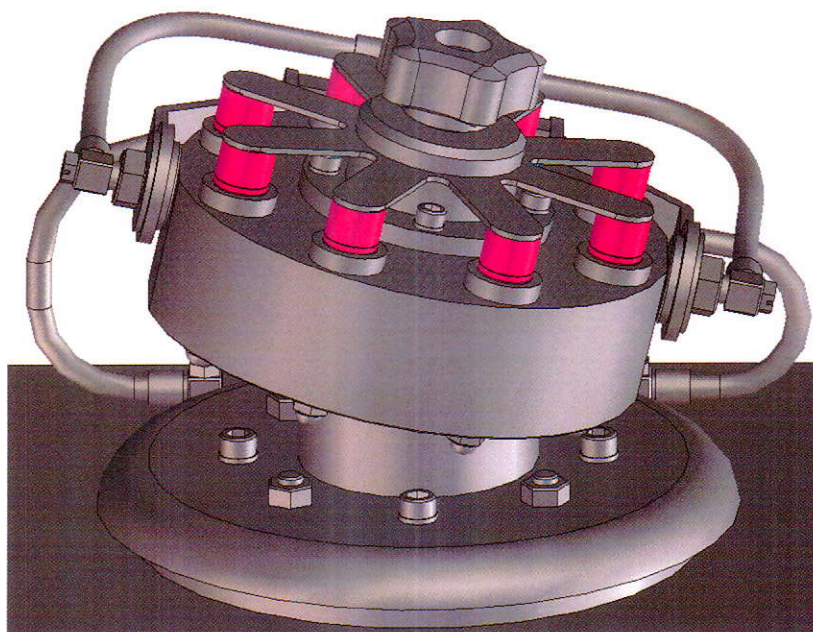

図 4-3. 2cc チューブセット完了図 (ホルダー：冷却仕様)
5. 押え蓋を 2cc チューブの位置まで矢印の方向に回して下さい。図 4-3 参照
6. 図 4-3 の位置でノブを締めて下さい。